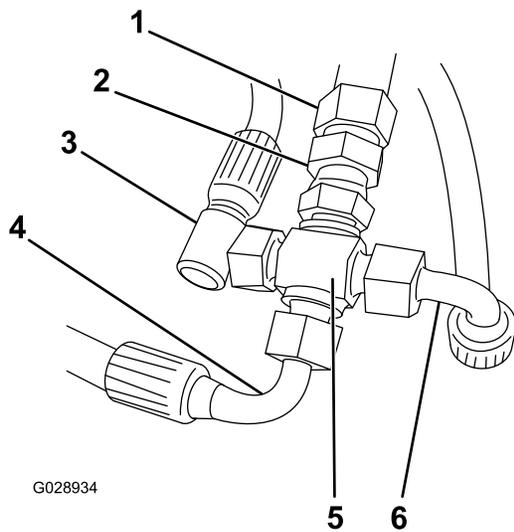

Figura 2
5. Conecte el racor de 1/4" a 3/8" al racor en cruz de 1/4" (Figura 2).
6. Conecte la manguera nueva de 3/8" al racor (Figura 2).
7. Conecte las mangueras que se retiraron en el paso 3 al racor en cruz, según se muestra en Figura 2.